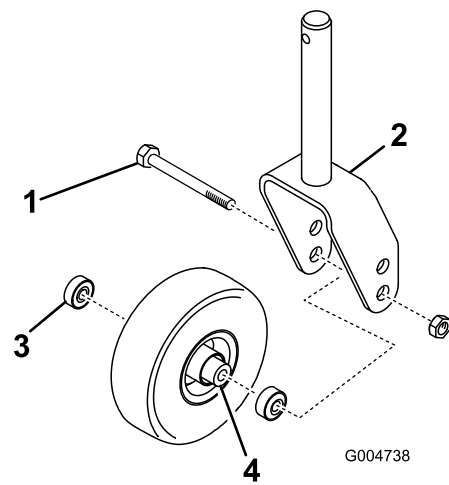

Bild 139
1. Entfernen Sie die Sicherungsmutter von der Schraube, mit der das Laufrad zwischen der Laufradgabel oder am Laufradgelenkarm (Bild 139) befestigt ist.
2. Halten Sie das Laufrad fest und schieben die Schraube aus der Gabel oder vom Gelenkarm ab (Bild 139).
3. Entfernen Sie das Lager aus der Radnabe und lassen das Lagerdistanzstück herausfallen (Bild 139).
4. Entfernen Sie das Lager aus der gegenüberliegenden Seite der Radnabe (Bild 139).